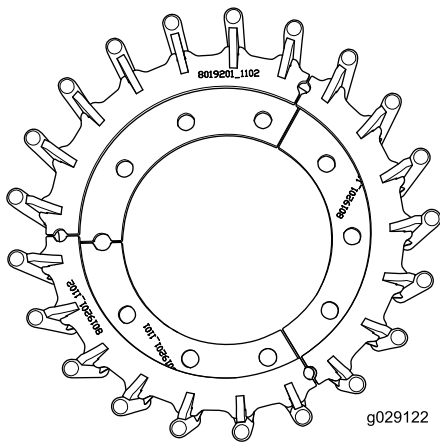

Figura 17
- Alinee los 3 dientes de engranaje juntos en el suelo (Figura 17).